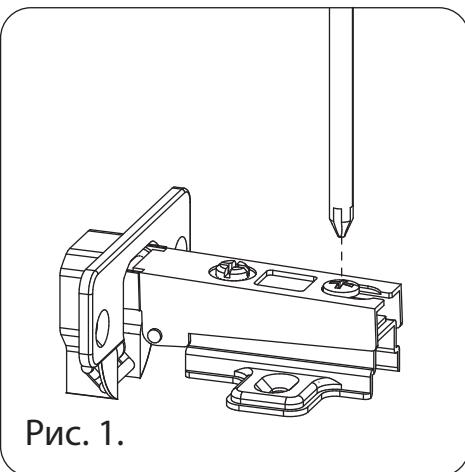

Рис. 1.
1. Ослабьте регулировочный винт (см. рис. 1) на петле.
- Выдвиньте подвижную часть направляющих скрытого монтажа вперёд на себя. Придерживая подвижную часть направляющих, задвиньте ящик, чтобы отверстия на задней стенке ящика попали в упоры (см. рис. 1) направляющих скрытого монтажа.